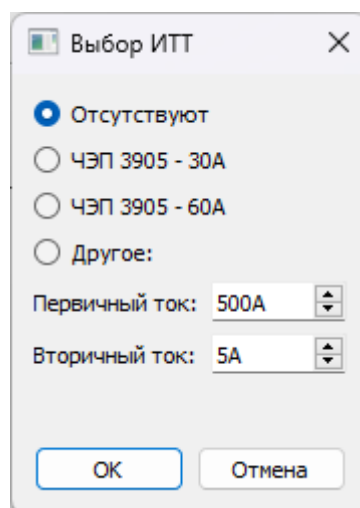

Рис. 25. Окно настроек использования внешних ИТТ.
**5.5.1.3.** Настройка ПО. При использовании внешних ИТТ следует в разделе основного окна «Измерительные трансформаторы тока» нажать кнопку «...». Далее в открывшемся окне (рис. 25) выбрать соответствующий режим.